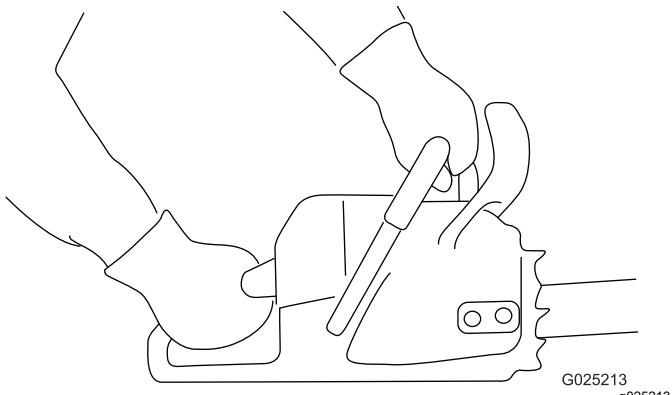

Figura 11
1. Afferrate la motosega con due mani, quella sinistra sull'impugnatura anteriore e quella destra sull'impugnatura posteriore, come illustrato in Figura 11.
- Afferrate la motosega come illustrato in Figura 11.
1. Afferrate la motosega come illustrato in Figura 11.